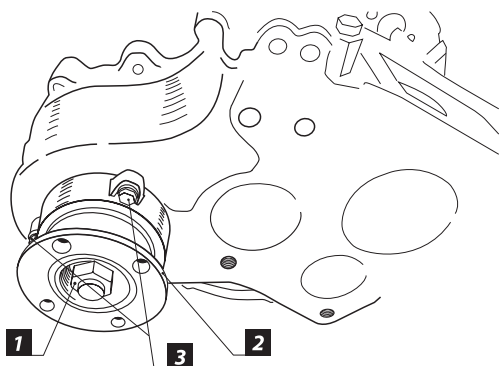

Рис. 2
5. Раскерните и открутите гайку крепления фланца переднего моста [1] (**Рис. 2**), снимите фланец привода переднего моста [2] и, открутив 3 болта М8, снимите крышку вала привода переднего моста.